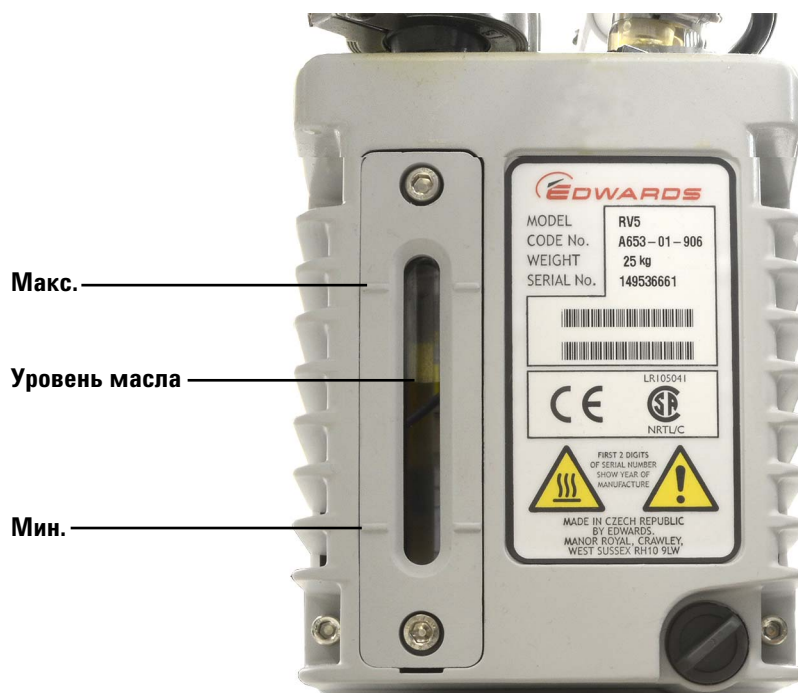

Рис. 16 Проверка уровня масла
- 4 Добавьте новое масло в насос так, чтобы уровень масла приблизился к отметке максимума в окошке для проверки уровня, но не превысил эту отметку. См. Рис. 16 на стр. 80.
- 6 Добавьте новое масло в насос так, чтобы уровень масла приблизился к отметке максимума в окошке для проверки уровня, но не превысил эту отметку. См. Рис. 16 на стр. 80.